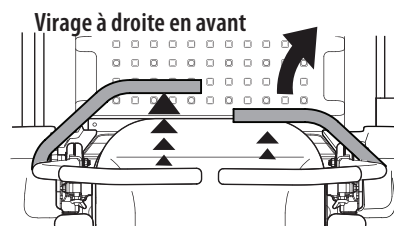

Figure 28
2. Pour tourner à droite, déplacez le levier de contrôle de conduite droit en arrière du levier gauche (Figure 28).